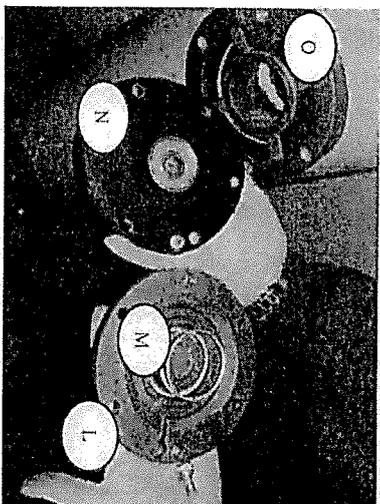

Fig. 5
6. Con una chiave esagonale 14 mm smontare le sei viti che fissano il coperchio per doppia membrana (L) che la molla (M) sia correttamente posizionata ed integra e che il coperchio (N) non sia fessurato.
7. Estrarre tutti i componenti come mostrato in fig. 5 e verificare che la guarnizione (N) non sia fessurata, che la molla (M) sia correttamente posizionata ed integra e che il coperchio (L) non sia danneggiato.
8. Sostituire, se necessario i pezzi danneggiati, e rimontare i componenti facendo attenzione che i fori di compensazione in ottone, posizionati sulle membrane, siano montati in corrispondenza degli appositi riscontri rispettivamente sull'interfaccia flangiata (O) e sul coperchio (L) e sull'interfaccia flangiata del coperchio (L) e il coperchio (G). Assicurarsi che le molla (H e M) siano ben posizionate nell'apposita sede.